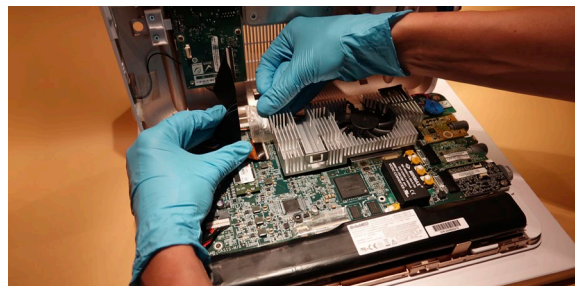

Figura 10 Aprire con cautela l'alloggiamento posteriore e rimuovere il nastro adesivo se necessario
i) Rimuovere il nastro adesivo (Figura 10)